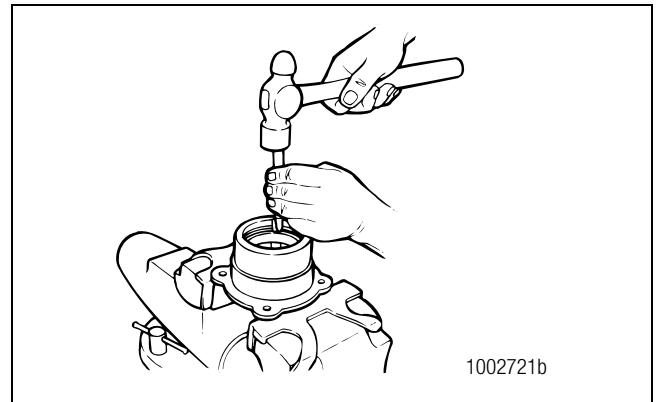

Figura 3.16
4. Si es necesario, use un punzón de latón y martillo para golpear con cuidado la copa interior hacia fuera de la jaula. Deseche la copa. Figura 3.16.